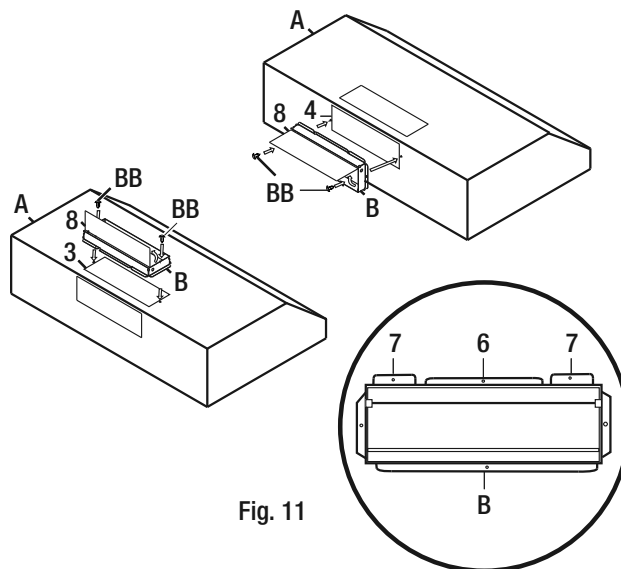

Fig. 11
- Choisir le disque défonçable de ventilation à retirer selon votre type d'installation. Utiliser le trou supérieur (3) pour une installation de ventilation par le dessus et le trou arrière (4) pour une installation de ventilation par l'arrière.
- Retirer doucement le couvercle (3 ou 4) du trou de ventilation approprié en utilisant un tournevis à tête plate ou d'une pince à bec effilé (voir Fig.11). Faire très attention de ne pas laisser de morceaux à l'intérieur de la hotte (A).